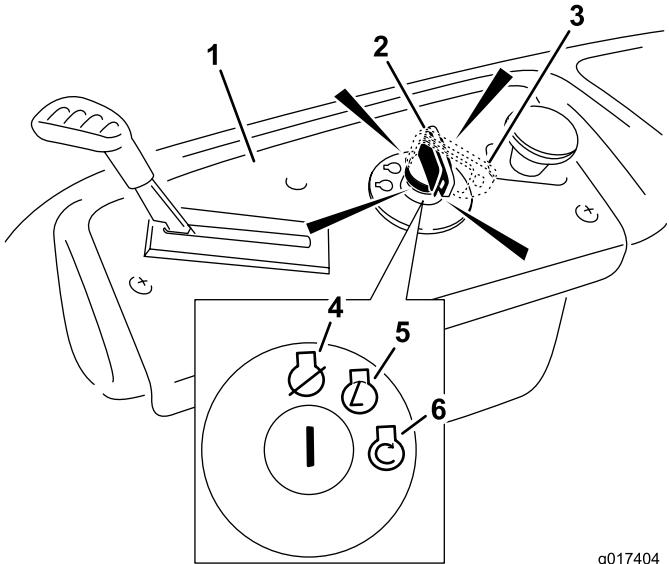

Figura 13
- Gire la llave de contacto a Arranque para activar el motor de arranque. Cuando el motor arranque, suelte la llave (Figura 13).
2. Ponga el acelerador en Rápido (Figura 13).